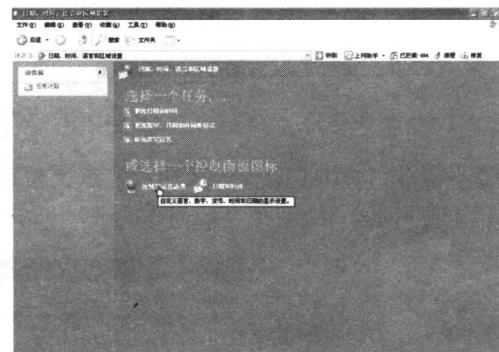

图 1-2 日期、时间、语言和区域设置窗口
■ 步骤 2：执行上述命令后，系统将打开“日期、时间、语言和区域设置”窗口，在该窗口中单击“区域和语言选项”，如图 1-2 所示。